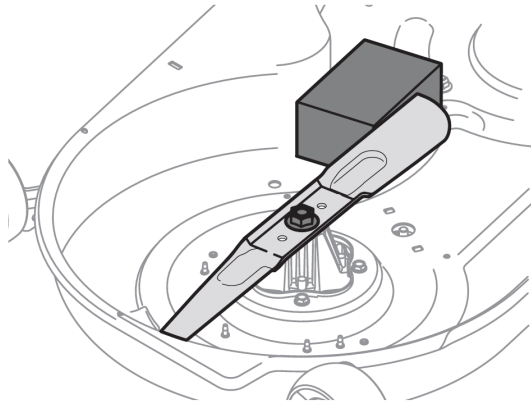

Figure 47
2. スタビライザーとして機能するように、デッキハウジングバッフルとカッティングブレードの間に木のブロックを置きます。図47を参照してください。
3. スタビライザーとして機能するように、デッキハウジングパッフルとカッティングブレードの間に木のブロックを置きます。図47を参照してください。